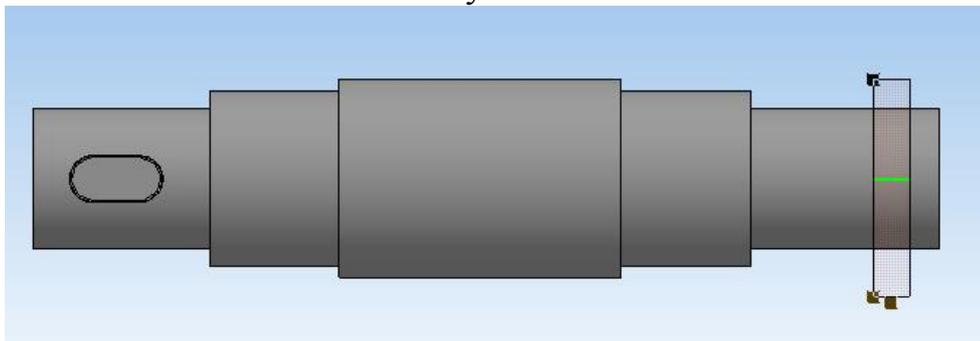

Рисунок 99.
1. Моделирование вала (рисунок 99).
10. Выберите команду «Вырезать выдавливанием». Задайте параметры выреза – «Два направления», «Через все», «Расстояние 2» – **10мм**. Получаем сквозное отверстие (рисунок 99). (Обратите внимание, отверстие должно находиться не на одной плоскости со шпоночным пазом).